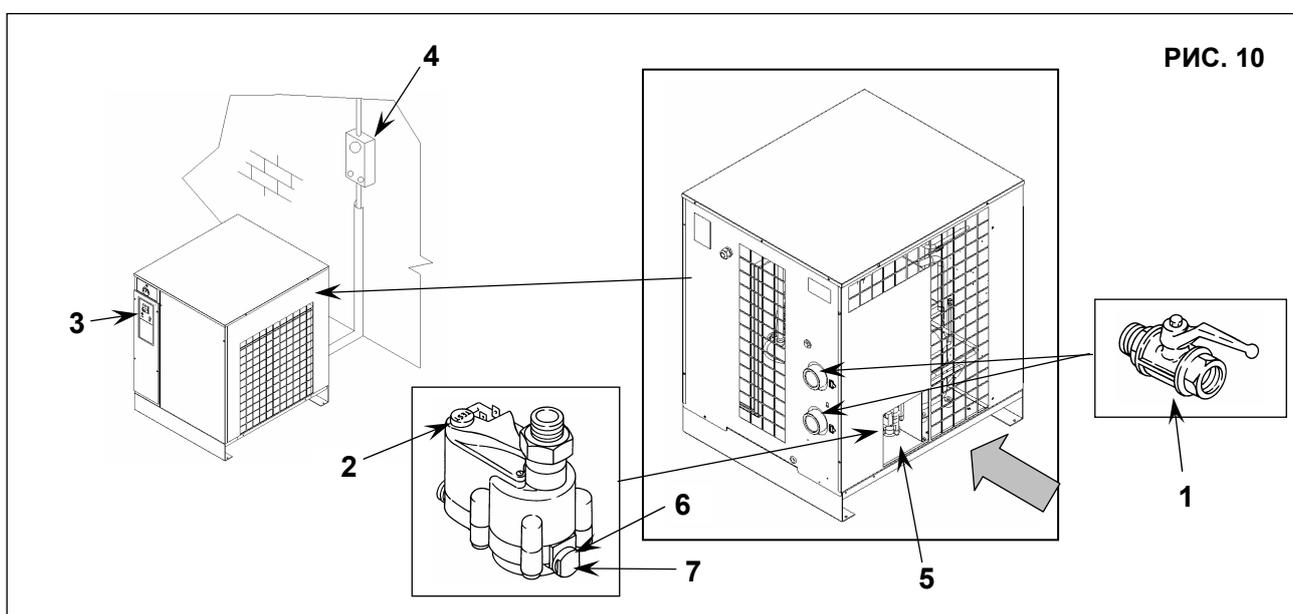

РИС. 10
15.2 ОЧИСТКА АВТОМАТИЧЕСКОГО СЛИВНОГО ФИЛЬТРА КОНДЕНСАТА (Рис. 10)
- Закройте кран, поз. 1, рис. 10
- Сбросьте давление в осушителе, нажав кнопку слива конденсата "TEST", расположенную на конденсатоотводчике, поз. 2, рис. 10
- Выключите устройство. Поверните переключатель в положение "STOP", поз. 3, рис. 10
- Включите автоматический дифференциальный переключатель питания, поз. 4, рис. 10
15.3 ОЧИСТКА КОНДЕНСАТОРА (Рис. 10)
- Перейдите к отверстию, поз. 5, рис. 10
- Очистите ребра конденсатора, поз. 1, сжатым воздухом (Рис. 10). **НЕ ИСПОЛЬЗУЙТЕ ВОДУ И РАСТВОРИТЕЛИ**
- Установите панели, поз. 5, рис. 10